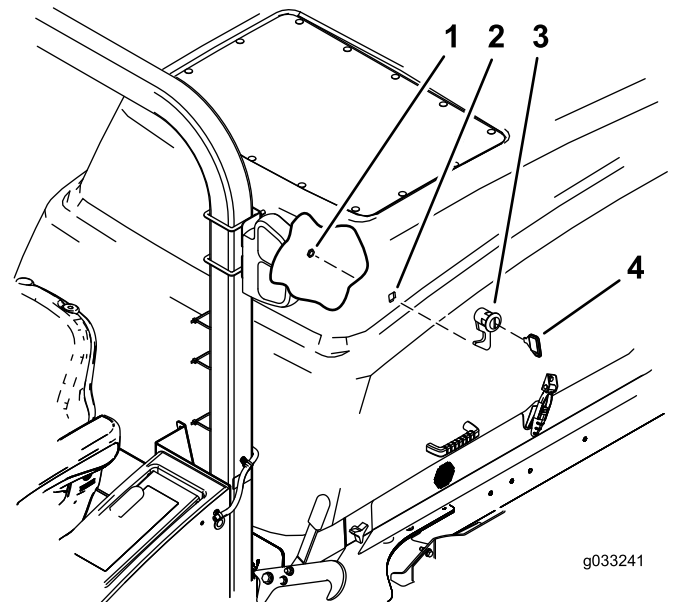

Figura 1
3. Retire la tuerca de bloqueo del conjunto del resbalón (Figura 1).
4. Instale la cerradura por el hueco del lado izquierdo del capó (Figura 1).